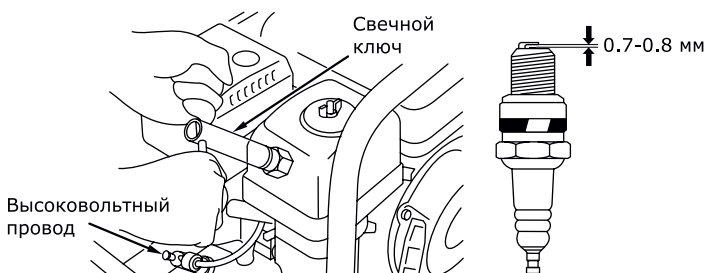

Рис. 18
- Выверните свечным шестигранным ключом (входит в комплект поставки) и осмотрите свечу (рис. 18). Юбка свечи (между керамической частью и металлической частью) должна иметь желто-красно-коричневый цвет.
- Проверьте величину зазора между заземляющим и центральным электродами, используя специальный щуп. При необходимости установите зазор 0,7 – 0,8 мм (рис. 18).